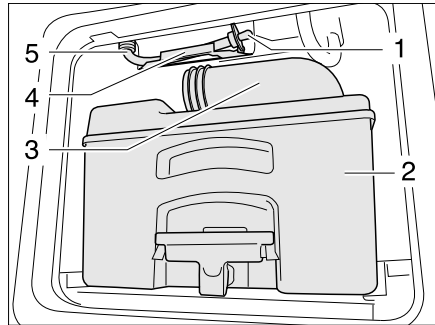

Bild 249 Ablaufschlauch Wassertank Toilette
- Kassette (Bild 249,2) an einer dafür zugelassenen Entsorgungsstelle entleeren und reinigen.
- Den Entleerungsstutzen (Bild 249,3) offen lassen.
- Ablaufschlauch (Bild 249,5) aus der Halterung (Bild 249,4) nehmen.
- Den Ablaufstöpsel (Bild 249,1) entfernen und Restwasser ausfließen lassen.